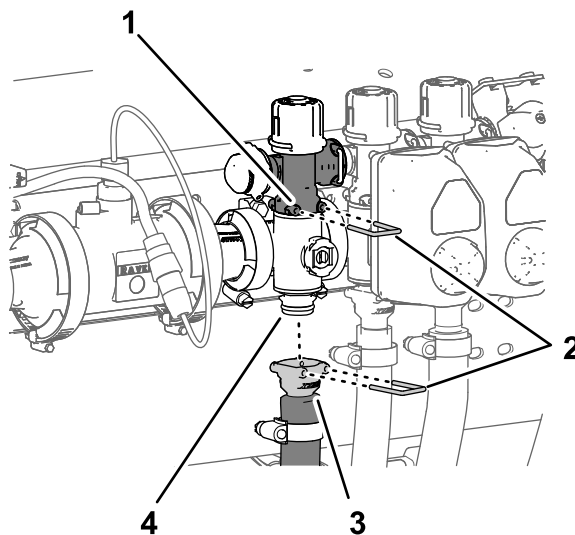

图 110
- 拆下将喷洒臂段旁通阀快速连接耦合器固定至喷洒臂段歧管阀上的快速连接销 图 110。
- 拆下将喷洒臂段供水软管快速连接耦合器固定至喷洒臂段歧管阀上的快速连接销 图 110。